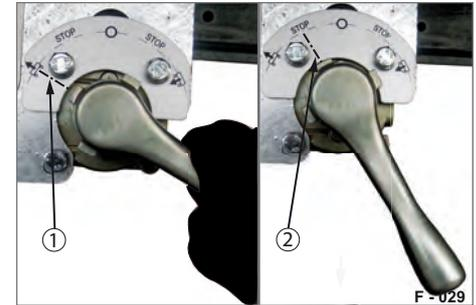

Abb. 29 Anhänger anheben
- ▶ Schwenkhebel nach innen drücken und gegen Uhrzeigersinn auf das Symbol „Heben“ (Abb. 29/1) drehen. Anhänger wird gehoben.
- ▶ Schwenkhebel bei erreichter Höhe um eine Stufe zurück in die „STOP“-Stellung (Abb. 29/2) drehen. Anhänger bleibt in der gewünschten Höhe stehen.